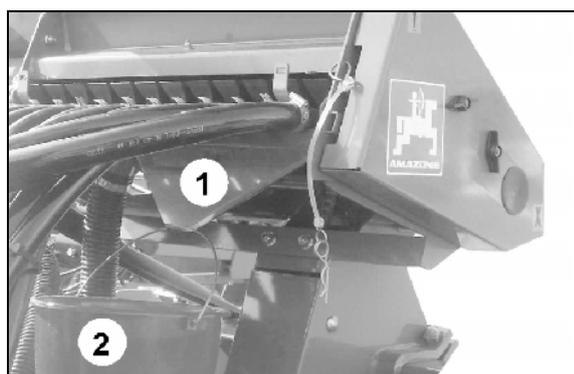

Fig. 24
4. Enganchar el recipiente colector (Fig. 24/2) bajo el orificio de descarga (Fig. 24/1).